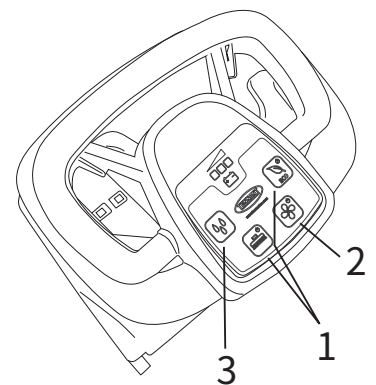

Fig.17
- ブラシを作動させることに加えて、ブラシボタンまたはECOボタン(図17、参照1)を押すと、これはまた真空機能および洗剤溶液のフローを有効にするでしょう。
- 作業進行中には洗浄の完全さをチェックし、それに応じて相対ボタンで洗剤溶液のフローを調整してください(図17、参照3)。
- ブラシコントロールボタンを押します(図17、参照1)。
- 吸引制御ボタンを押して吸引機能をオフにします(図17、参照2)。